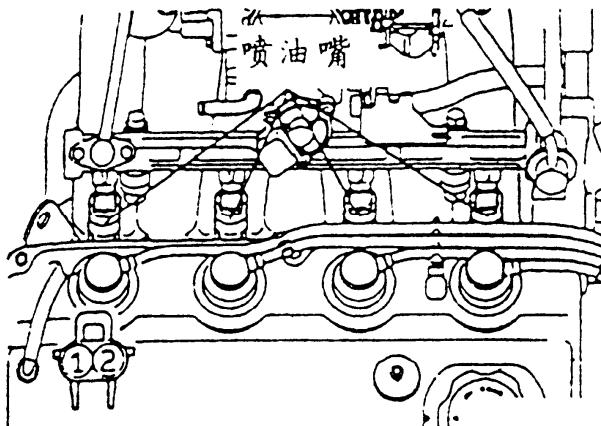

图 3-53 测量喷油器端子间的电阻值
(1) 测量喷油器端子间的电阻值。拆下喷油器的连接接头，如图 3-53 所示，测量喷油器端子间的电阻值。喷油器端子间电阻值的标准值为 $13\sim16 \Omega$ ($20^\circ C$ 时)。装回喷油器的接